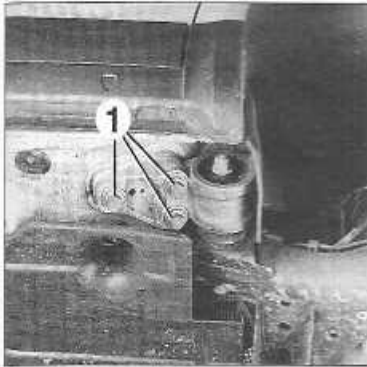

FIGURE 6-10
- desserrer les 3 vis du palier de fixation (1). Repérer la position de montage du palier de fixation (figure 6-10).